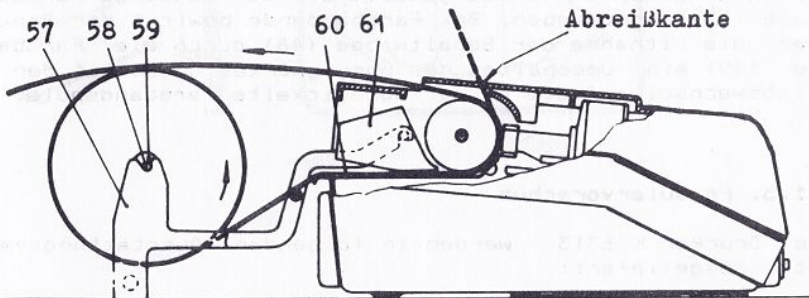

Abbildung 10 Formularvorschub für Rollenpapier
Die Journalrolle wird in der Papierrollenaufnahme (57) gelagert, die als Zubehörbaugruppe mit dem Drucker entsprechend Abb. 10 gekoppelt wird. Zur seitlichen Begrenzung und zur Zentrierung der Rolle dienen die auf der Rollennachse (58) verschiebbar angebrachten Hülsen (59). Die Führung der Papierbahn im Drucker übernehmen das Papierleitblech (60) und ein hinter der Druckwalze einrastbarer Plastekörper (61), in dem gleichzeitig der Schalter mit dem Abführlhebel für die Papierendemeldung angebracht ist. Je nach Verwendungszweck kann das Papier durch den Schlitz der oberen Verkleidungshauben herausgeführt und an der als Abreißschiene ausgebildeten Schlitzkante abgerissen oder durch die hintere Papieraustrittsöffnung herausgeleitet werden.